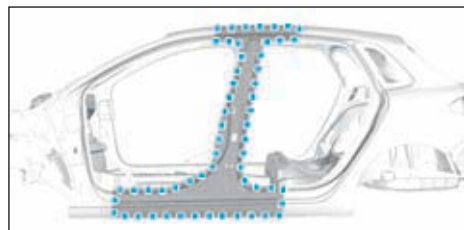

FIG.82
- points électriques (Fig.82).